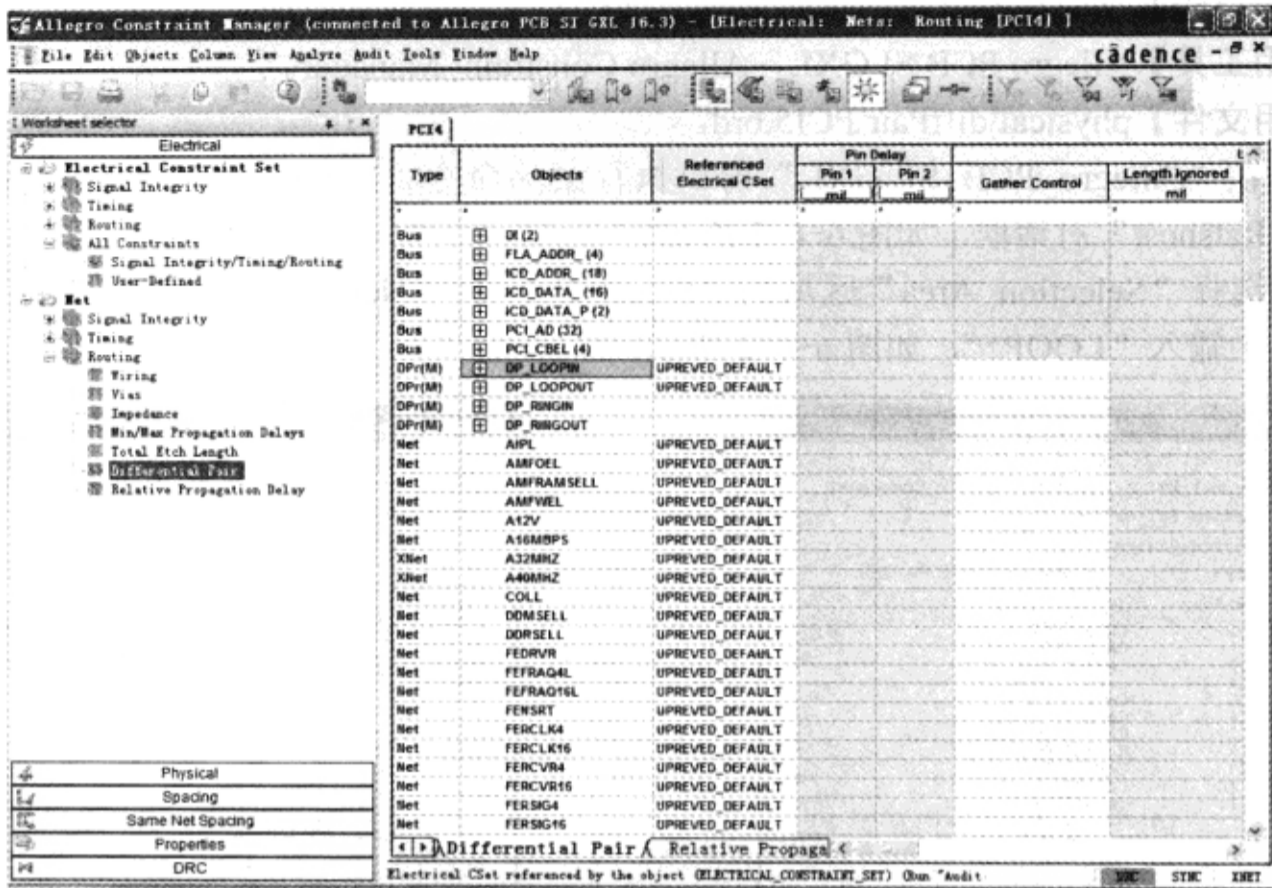

图 6-5-6 显示差分对
(3) 在“Allegro Constraint Manager”窗口双击“Net”→“Routing”→“Differential Pair”前的表格符号，如图6-5-6所示。